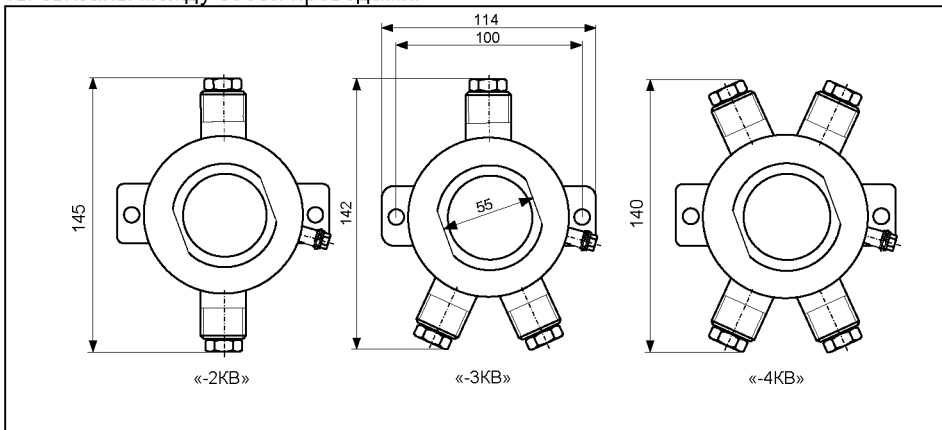
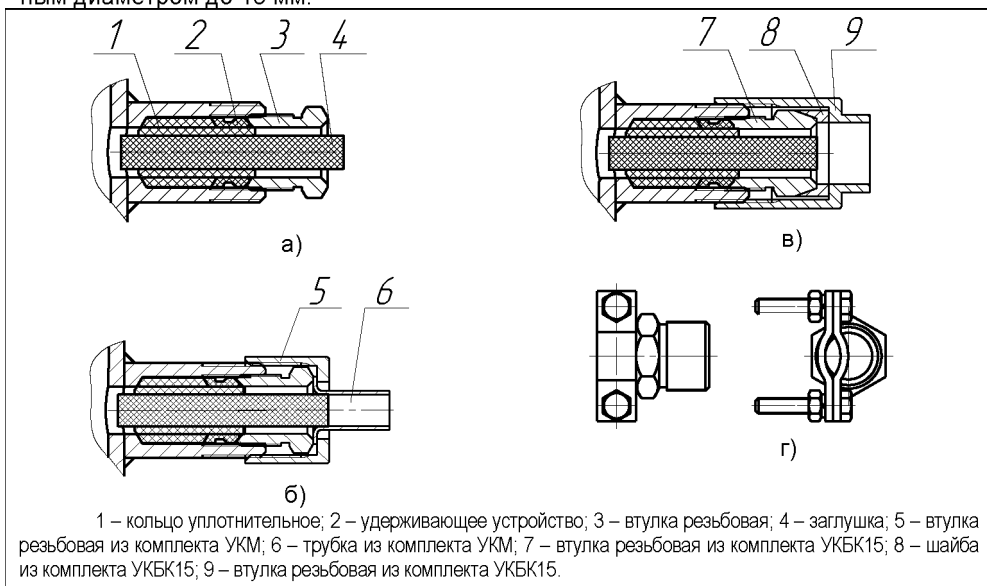

Рисунок 1 – Варианты исполнения корпуса
Рисунок 2 – Элементы кабельных вводов:
5.1.1 Адаптер (рис. 1) состоит из стального корпуса с кабельными вводами (число кабельных вводов – 2, 3, 4 – определяется вариантом исполнения), в котором размещены две печатные платы с элементами схемы, закрываемым навинчивающейся крышкой со смотровым окном. Герметичность корпуса обеспечивается резиновыми уплотнениями. На верхней плате расположена собственно схема адаптера ЛИН-RS232, винтовые клеммные зажимы и светодиодные индикаторы (см. рис. 2). На нижней плате располагается DC-DC преобразователь напряжения, осуществляющий питание схемы и выдающий напряжение в линию питания-связи устройств «СЕНС». Платы связаны между собой проводами.
5.1.2 Адаптер изготавливается с кабельными вводами **D12** (см. рисунок 2).
Кабельный ввод **D12** содержит (рисунок 2,а): кольцо уплотнительное 1, удерживающее устройство 2, втулку резьбовую 3, резиновую заглушку 4.
Комплекты **УКМ10, УКМ12** (устройство крепления металлорукава) состоят из втулки резьбовой 5 и трубка 6 (рисунок 2,б). Комплекты предназначены для крепления металлорукава с внутренним диаметром 10 мм (УКМ10) или 12 мм (УКМ12).
Комплект **УКБК15** (устройство крепления бронированного кабеля) состоит из втулки резьбовой 7, устанавливаемой взамен втулки 3, шайбы 8 и втулки резьбовой 9 (рисунок 2,в). Фиксация брони кабеля осуществляется между втулками 7 и 8 при наворачивании втулки резьбовой 9. Комплект предназначен для крепления бронированного кабеля с наружным диаметром до 15 мм.
Комплект **УК16** (устройство крепления) состоит из втулки резьбовой с хомутом (рисунок 2,г), устанавливаемой взамен втулки 3 и позволяет хомутом закреплять металлорукав или броню кабеля, а так же обеспечивать дополнительное крепление самого кабеля. Комплект предназначен для крепления кабеля, металлорукава с наружным диаметром до 16 мм.
Электрические соединения и герметизацию адаптера производить следующим образом (рисунок 2):